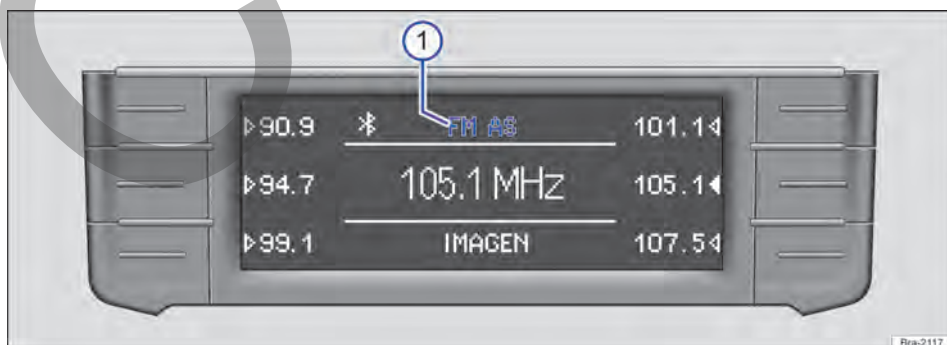

Fig. 150 Menú principal RADIO: se muestran las bandas de frecuencias y los niveles de memoria.
La banda de frecuencia seleccionada en ese momento se muestra arriba de la emisora → fig. 150 ①.